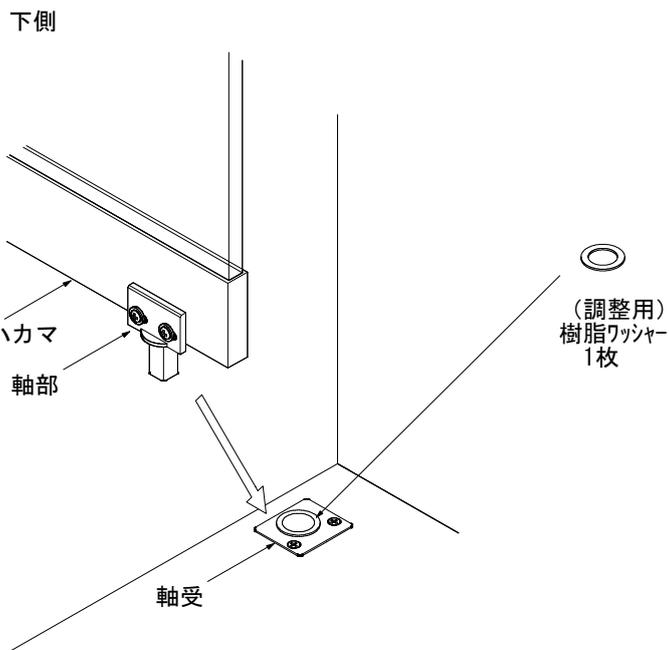

図1
- 1、下側ハカマに、取付ビスを用いて軸部をあらかじめ取り付けます。(図1)